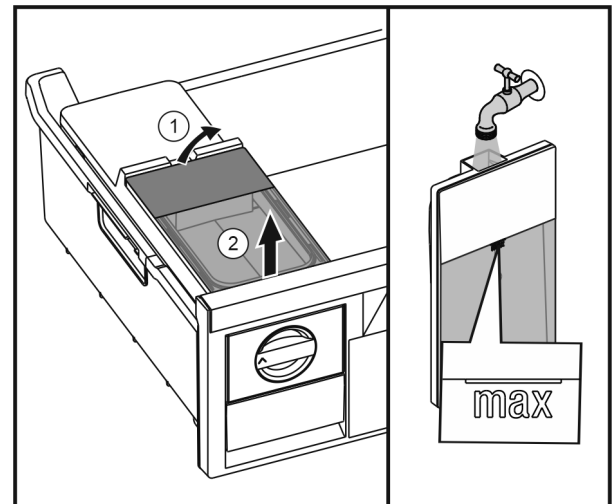

Fig. 22
- ▶ Wassertank von hinten anheben Fig. 22 (1) und nach oben entnehmen Fig. 22 (2).